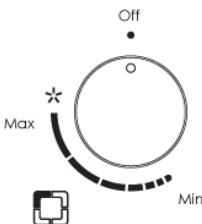

## РИСУНОК 1.
- Для правильной работы варочной панели компоненты решеток и конфорки должны быть правильно расположены. (рис. 1)